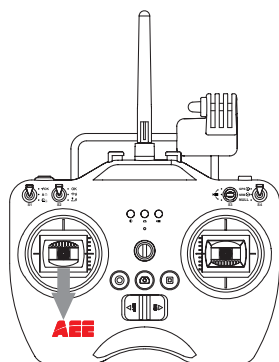

Figura 1
**Método 1 (Figura 1):** Mueva el Joystick Izqdo a la posición inferior y después ambos Joysticks a la posición inferior externa y los motores se pararán inmediatamente. Suelte ambos Joysticks cuando paren los motores.